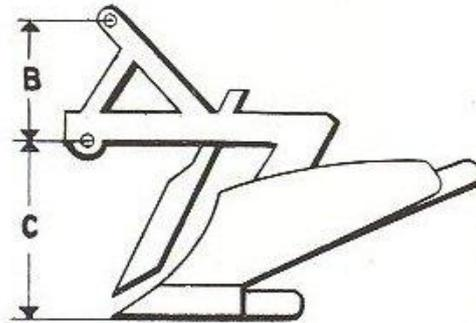

FIG. 19
4) ADAPTATION DE L'OUTIL (fig. 19)